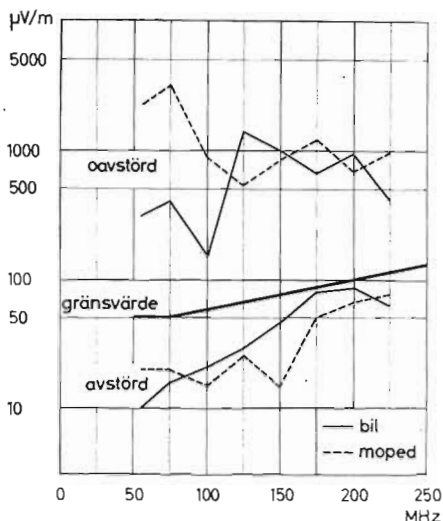

Fig 8
Utgångspunkten för en bedömning av godtagbara avstörningsåtgärder måste alltid vara uppställda gränsvärden. Den arbetsgrupp inom CISPR som arbetar med störningar från förbränningsmotorer, har framlagt ett preliminärt förslag till gränsvärden, som även accepterats av den svenska arbetsgruppen. Värdena, vilka framgår av fig. 8, gäller för mätning på 10 m avstånd från fordonet under specificerade betingelser med en av CISPR specificerad mätapparat (4).
Rekommendationerna har lagts upp med tanke på att en viss valfrihet mellan olika avstörningsalternativ skall vara möjlig. Detta inte minst p.g.a. vår stora import av bilar av skilda typer och från skilda länder, där i viss mån olika praxis för avstörning har utvecklats. Diagrammen i fig. 8 visar exempel på erhållen dämpning av radiostörningarna från en bil resp. moped vid användning av dämpmotstånd enligt rekommendationerna. I detta sammanhang vill förf. framhålla hur lätt och billigt — det behövs ett enda dämpmotstånd — det är att avstöra en moped, TV-tittarnas stora plågoris.